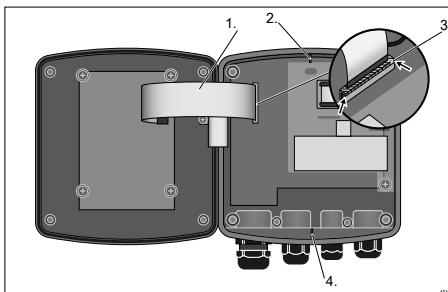

Рис. 39: Снятие плоского кабеля
Цоколь плоского кабеля припаян к плате. Цоколь нельзя снять. Для снятия плоского кабеля необходимо открыть фиксаторы (3) на цоколе, см. Рис. 39
Цоколь плоского кабеля припаян к плате. Цоколь нельзя снять. Для снятия плоского кабеля необходимо открыть фиксатор (3) на цоколе, см. Рис. 39